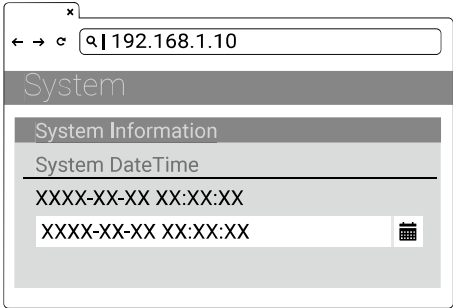

Figura 4-13. Seleziona data/ora
- 4) Selezionare il pulsante del calendario a destra per impostare la data e l'ora correnti. Vedere la seguente figura 4-13.